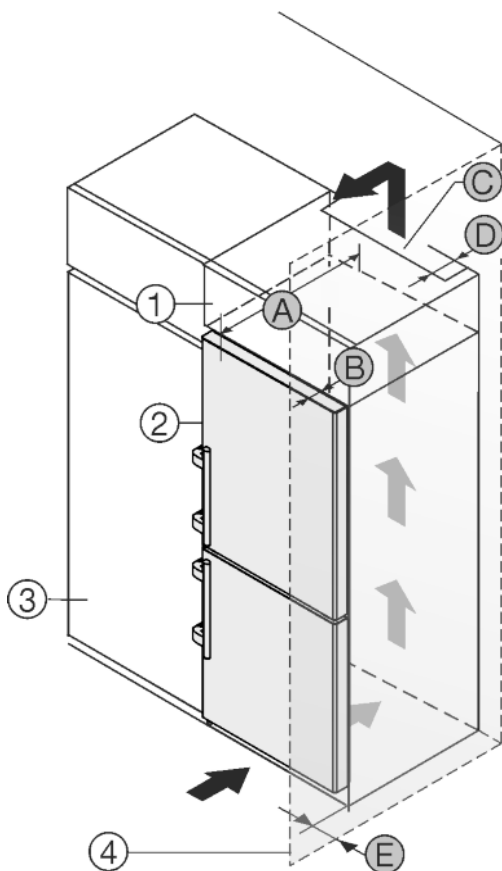

Fig. 27
L'apparecchio può essere incassato in mobili da cucina. Per adattare l'apparecchio Fig. 27 (2) all'altezza della cucina componibile, è possibile applicare sopra l'apparecchio un mobile da appoggio Fig. 27 (1).
L'apparecchio può essere installato direttamente accanto al mobile da cucina Fig. 27 (3). Per poter aprire completamente la porta, l'apparecchio deve sporgere almeno della profondità Fig. 27 (B) rispetto alla parte anteriore del mobile da cucina. L'apparecchio può sporgere ulteriormente a seconda della profondità dei mobili da cucina e dell'uso di distanziatori a parete.
- Sul retro del mobile da appoggio deve essere presente un vano di uscita dell'aria con profondità Fig. 27 (D) sull'intera larghezza del mobile da appoggio.
- Sotto al soffitto del locale deve essere rispettata la sezione di ventilazione Fig. 27 (C).
Se l'apparecchio è installato con le cerniere accanto ad una parete Fig. 27 (4), deve essere rispettata la distanza Fig. 27 (E) tra apparecchio e parete, che corrisponde alla sporgenza della maniglia con la porta aperta.